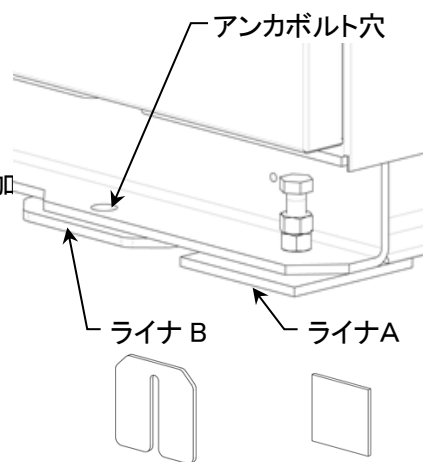

図 4-4
- 1) 機械据付ベッドチャンネルに溶接された前後 6 箇所のボルト(M12)の下、及びアンカ穴の下に鉄板製ライナ A, B を敷き機械をその上に据付けます。(図 4-4)